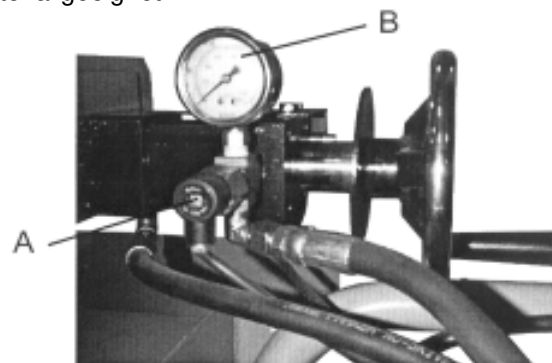
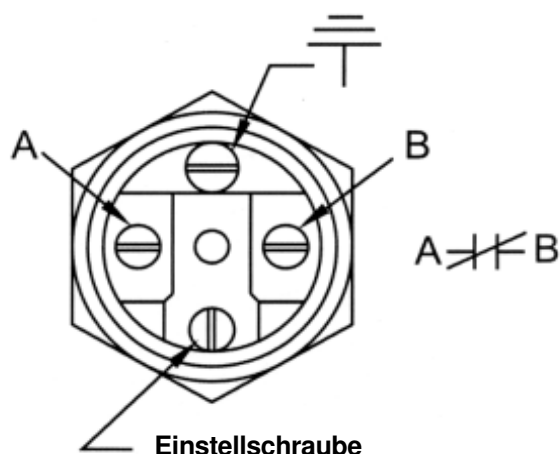

Fig. 20
Fig. 21
Wenn Werkstücke mit dünner Wandung gesägt werden, kann der Anpressdruck entsprechend eingestellt werden. Der Druck kann mit der Einstellschraube (Fig.21) am Ventil (A Fig.20) zwischen 0 und 100kg verstellt werden. Der normale Druckbereich liegt zwischen 15 und 30kg. Einstellungen wie folgt vornehmen:
2. Den Schutz (A Fig.20) des Druckventiles entfernen.
3. Um den Druck zu reduzieren die Einstellschraube (Fig. 20) im Gegenuhrzeigersinn ein wenig drehen.
6. Die Starttaste drücken und den Druck am Manometer (B Fig.20) ablesen.